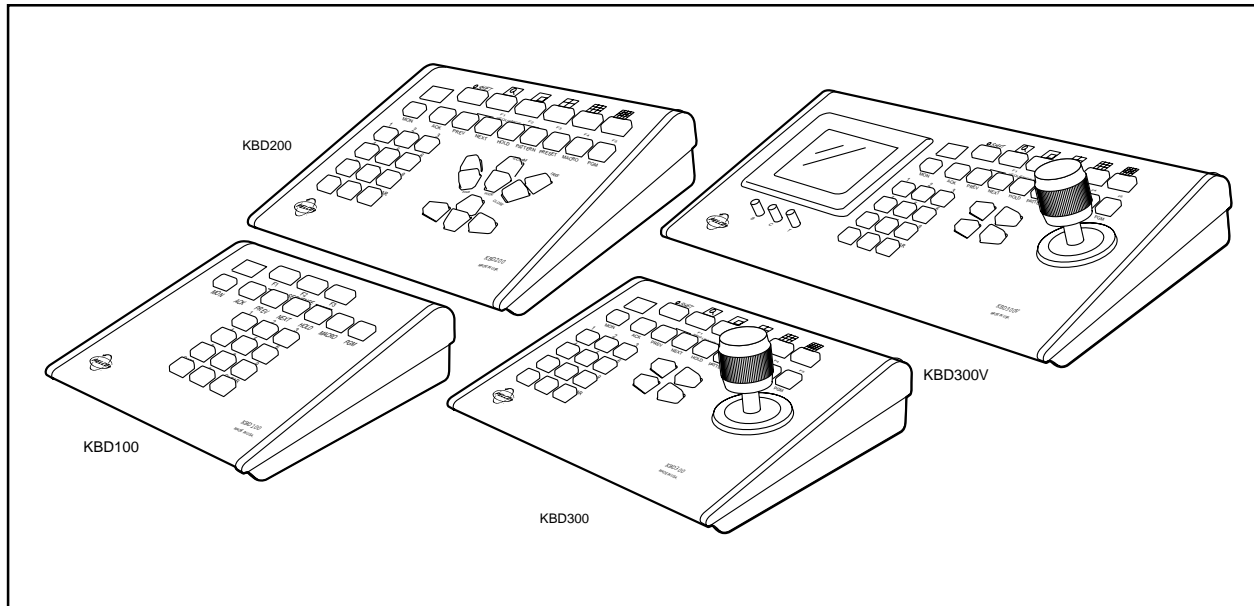

Figura 12. Teclados de Escritorio
Todas las funciones de secuenciación del CM6700 son controladas por los teclados de mesa. Ver Figura 12. El Secuenciador/Controlador puede reconocer hasta ocho (8) teclados. Mezcle los teclados en cualquier combinación que satisfaga las necesidades específicas de su aplicación.